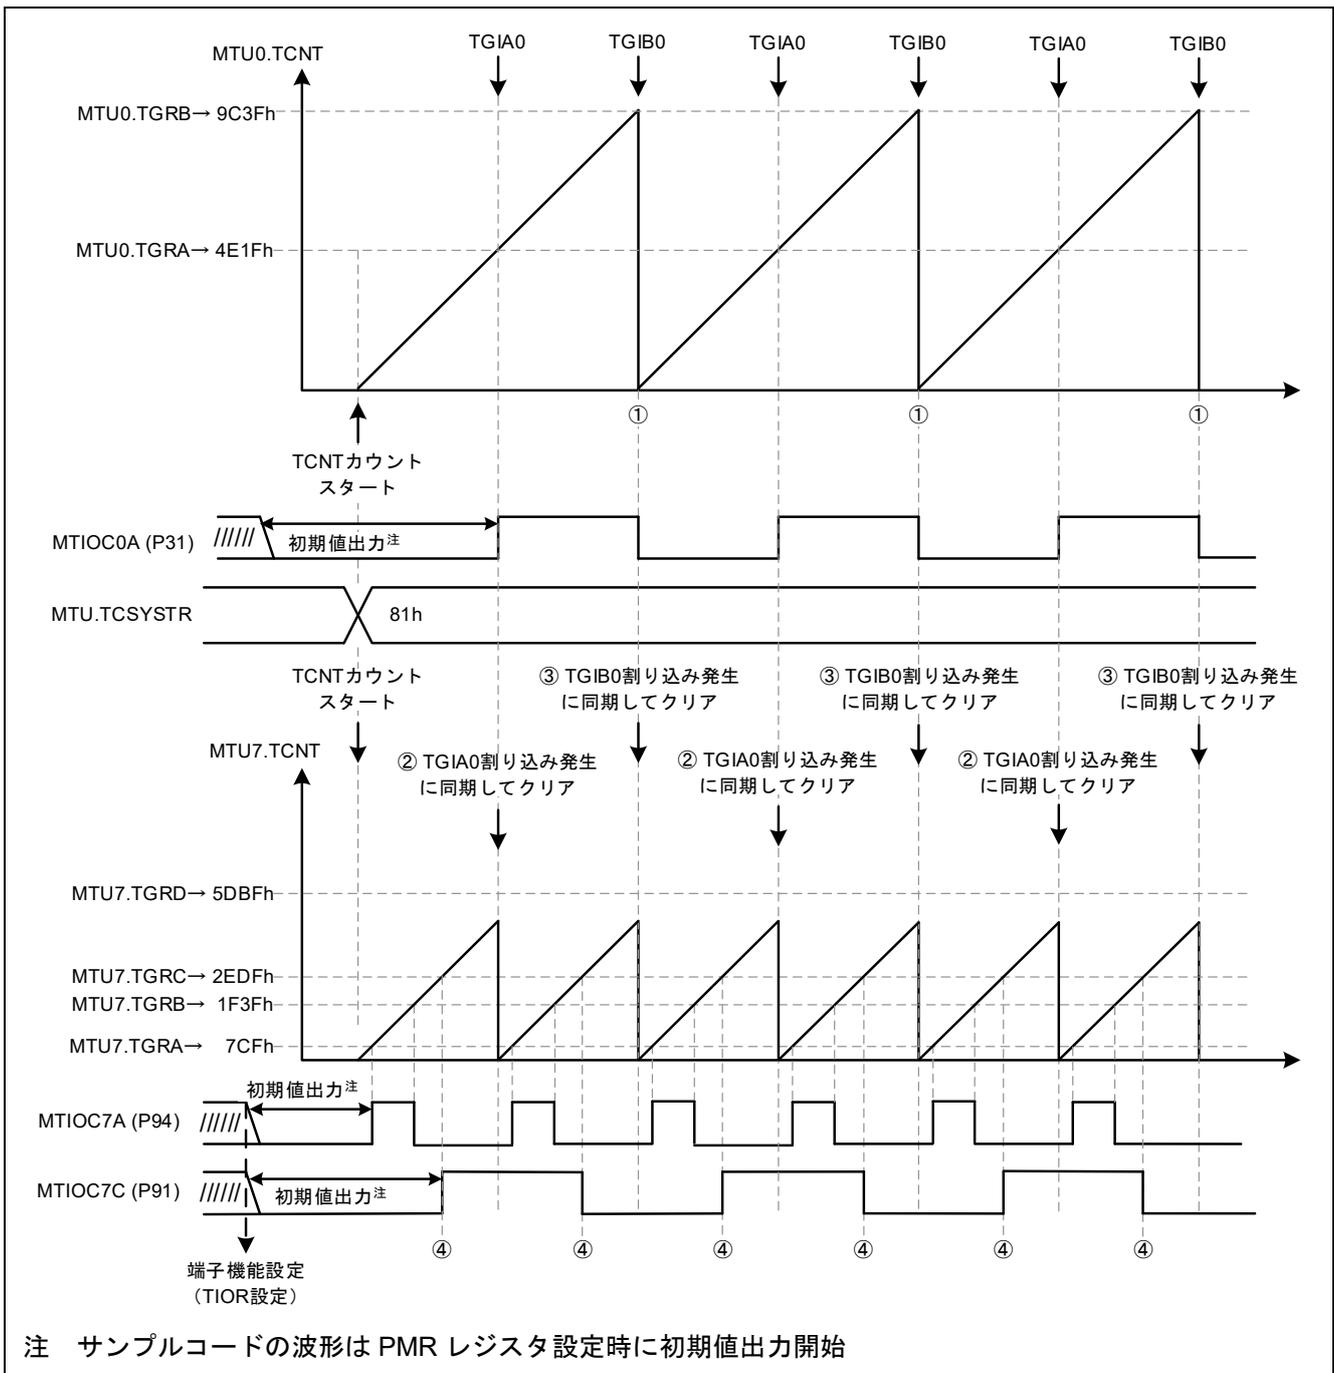

図 3-38 設定変更後の動作
設定変更後は図 3-38 のような動作となります。
MTU0.TGRB は周期レジスタとして使用し、MTU0.TCNT は TGRB のコンペアマッチでカウントクリアされます (図 3-38 ①)。MTU7.TCNT は MTU0.TGRA のコンペアマッチ割り込み (TGIA0) 発生タイミング (図 3-38 ②) と MTU0.TGRB のコンペアマッチ割り込み (TGIB0) 発生タイミング (図 3-38 ③) でカウントクリアされます。MTU0.TGRA のコンペアマッチと②のタイミング、①と③のタイミングは同時ではありませんので注意してください。
MTIOC7C は、MTIOC7A と同様に MTU7.TGRC のコンペアマッチが発生する度にトグル出力を行います (図 3-38 ④)。MTU7.TGRD コンペアマッチが発生する前に MTU7.TCNT がクリアされるため MTU7.TGRD のコンペアマッチは発生せず、出力は変化しません。